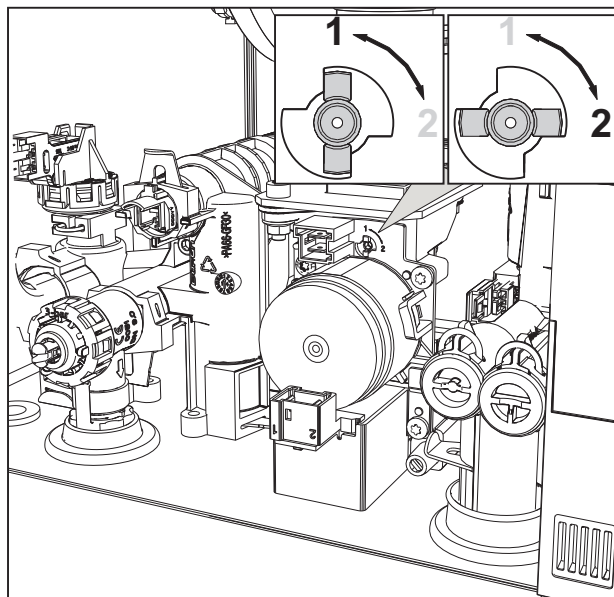

fig. 30
3. Gire el regulador (fig. 30) según la posición indicada en la tabla 8.